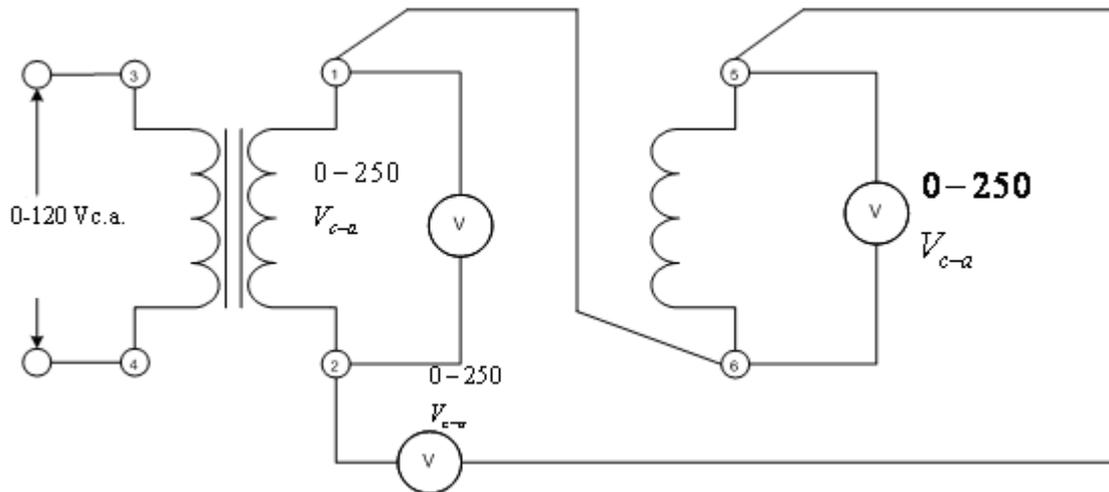

Figura 3
- e) Quite la conexión entre las terminales 1 y 5, Y luego conecte las terminales 1 y 6, como se ilustra en la figura 3.